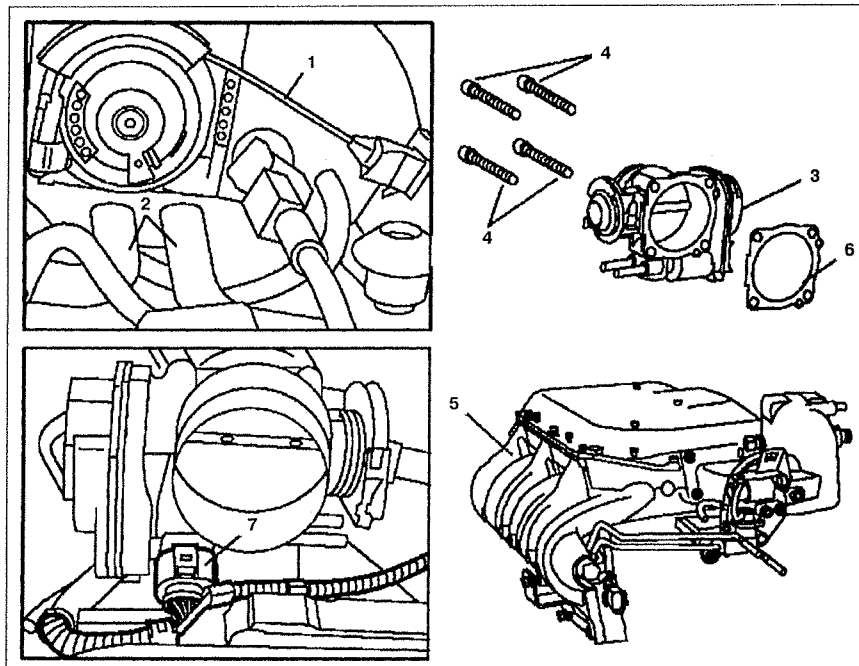

Рис. 3.44. Корпус дроссельной заслонки:
2. Отсоедините трос педали акселератора 1 (см.рис.3.44).